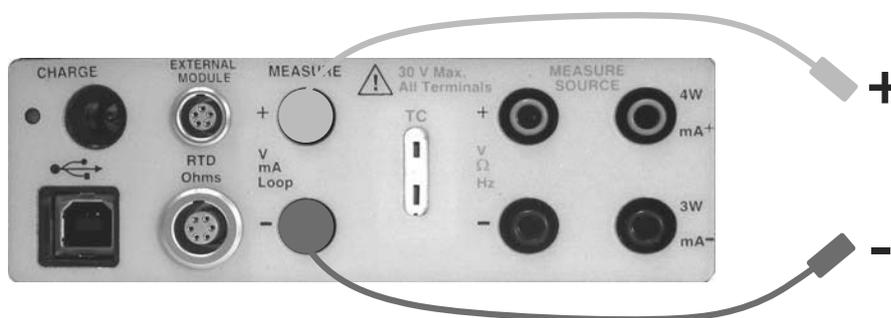

Abbildung 16: Isolierter Eingangsanschluss
- Schließen Sie die Prüfkabel an die isolierten Eingänge des Kalibrators an (siehe Abbildung 16).